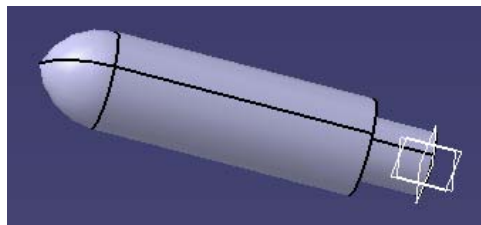

图 3-109
(2) 点击 Shaft，角度设为  $360^{\circ}$  后，点击 OK 键（见图 3-109）。